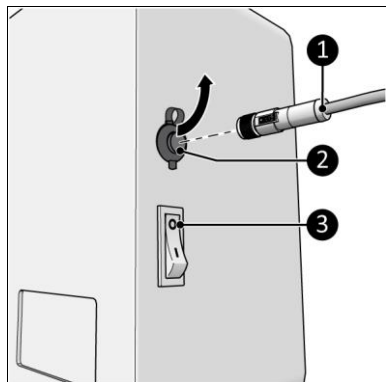

Figura 12
1. Asigurați-vă că întrerupătorul ON/OFF (PORNIT/OPRIT) se află în poziția OFF (OPRIT) (Figura 12, poz. 3).
2. Cuplați conectorul senzorului de temperatură (Figura 12, poz. 1) la mufa senzorului (Figura 12, poz. 1).
2. Setează întrerupătorul ON/OFF (PORNIT/OPRIT) în poziția OFF (OPRIT) (Figura 12, poz. 3).